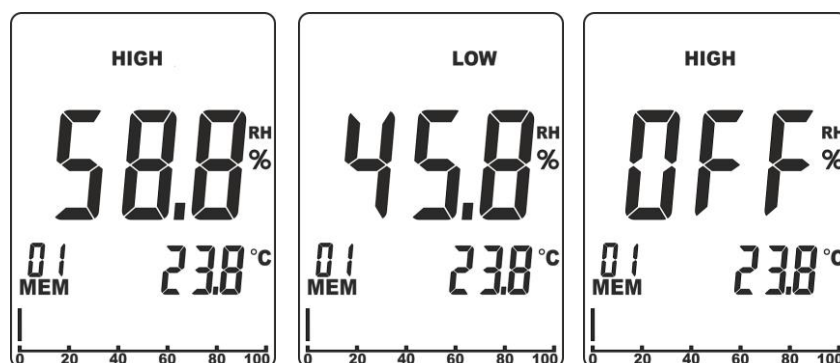

Fig. 5: Configuração do patamar de alarme na medição %RH
1. Premir simultaneamente durante alguns segundos os botões **RH%** e **MODE/ZERO**. O símbolo “HIGH” aparece na parte superior do display (ver Fig. 5 – parte esquerda)
2. Usar os botões seta ◀ ou ▶ para configurar o valor do patamar Máximo no intervalo: **0.1% ÷ 99.9%**. Nestas condições, o instrumento emitirá um som **intermitente** por valor medido da humidade superior ao patamar configurado. Selecionar a opção **"OFF"** para desativar o alarme (ver Fig. 5 – parte direita).
3. Premir o botão **MEM/ALM** para confirmar e passar para a configuração do patamar Mínimo. O símbolo **"LOW"** é apresentado na parte superior do display (ver Fig. 5 – parte central).